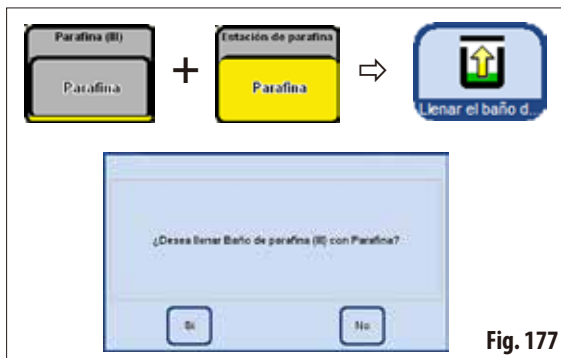

Fig. 177
- Confirmar la solicitud (fig. 177) con **SÍ**.